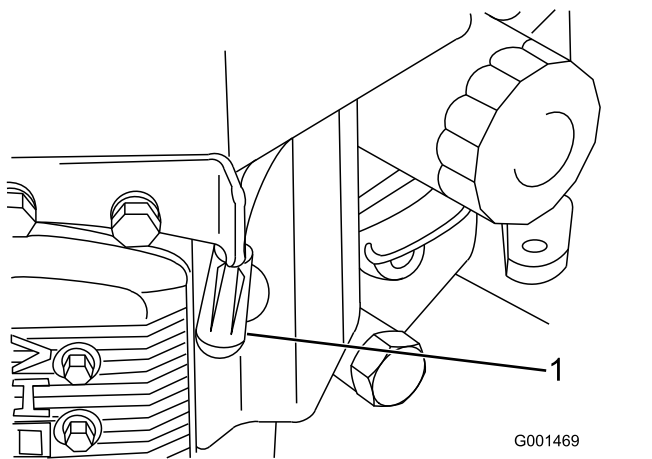

Figure 25
3. Débranchez le fil de chaque bougie (Figure 25).